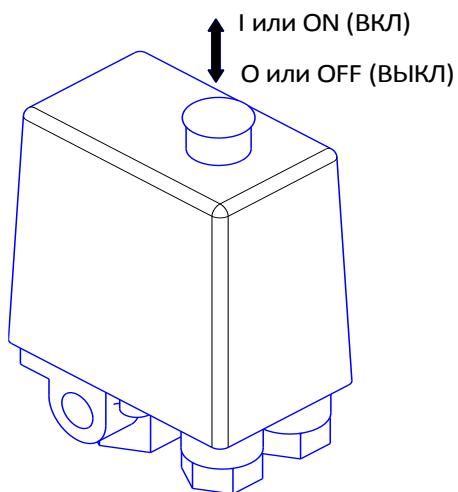

Рисунок 4
6.4.3 Подсоединение компрессора к воздушной сети необходимо выполнять через кран (поз. 11, рисунок 4).
- 1 Проверьте, чтобы выключатель на маностате находился в выключенном положении "О" или "OFF", в зависимости от исполнения (см. рисунок 4).
- 4 Включите компрессор выключателем на маностате. Для этого необходимо переключить выключатель в положение "I" или "ON", в зависимости от исполнения (см. рисунок 4).
- 1 Переключите выключатель на маностате в положение "O" или "OFF", в зависимости от исполнения (см. рисунок 4).